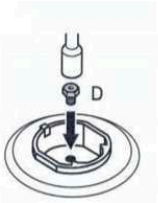

Figure 19.2
- Fixez l'injecteur (D) que vous souhaitez convertir comme indiqué sur la Figure 19.2 (voir Tableau 1).